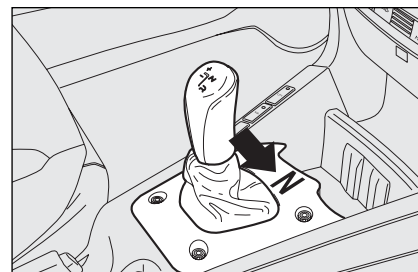

fig. 12
Para permitir poner el cambio en punto muerto (N) (con el coche parado y el pedal del freno pisado) mueva la palanca hacia la derecha **fig. 12**.